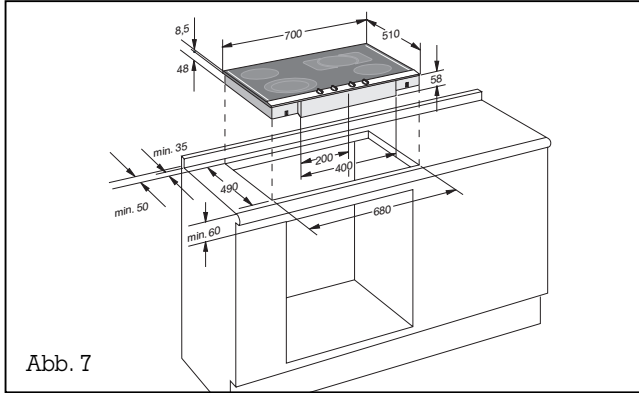

Abb. 7
- Diese Kochmulde entspricht der **Wärmeklasse Y** und muß gemäß Skizze (Abb. 7) in einen Einbauschränk eingebaut werden.
Wichtig! Der Winkel zwischen der Schnittfläche und der Arbeitsplatte muß 90° betragen (Abb. 7).